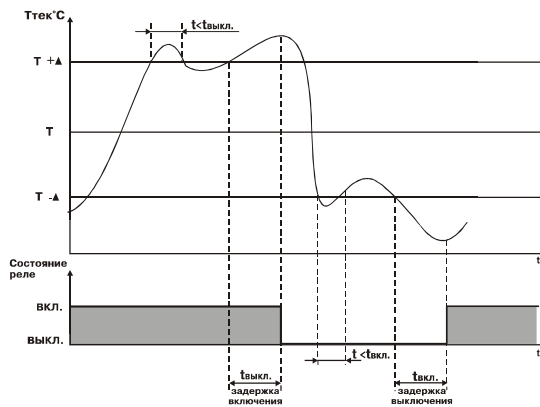

Рис. 10
3.1.5.1.1. Для ЛУ1, работающего в режиме устройства сравнения может быть задано время задержки включения и время задержки выключения. ЛУ включает или выключает выходное устройство, если условие, вызывающее изменение состояния, сохраняется, как минимум, в течение времени, установленного в параметрах А1-3 и А1-4 соответственно (рис. 10).